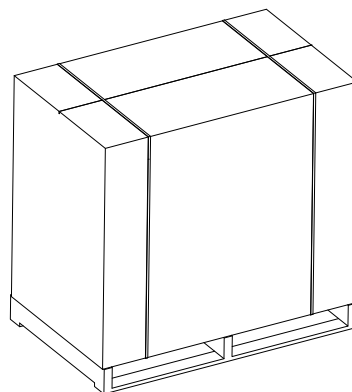
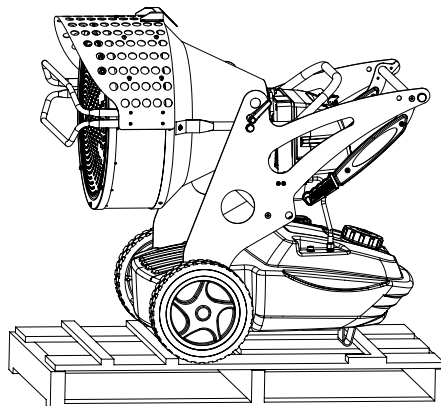

Figure 1 - Emballage
Figure 2 - Sur la palette
- Éliminer les supports utilisés pour emballer l'appareil (Fig. 1).
- Enlever les supports qui bloquent le générateur sur la palette (Fig. 2).
- Fixer solidement le générateur sur la plate-forme (Fig. 2).
- Lorsque c'est possible, placer l'emballage en carton depuis le haut sur la plate-forme en le fixant avec des matériaux ad hoc (Fig. 1).
- Stocker la machine dans un endroit adapté et non humide, et ne pas placer plus de deux machines l'une sur l'autre. Expédier le générateur comme sur la Fig. 1, ou du moins la Fig. 2.
- Store the machine in a suitable, dry place and do not stack more than two. Despatch the generator preferably as shown Fig. 1 or at least as shown in Fig. 2.